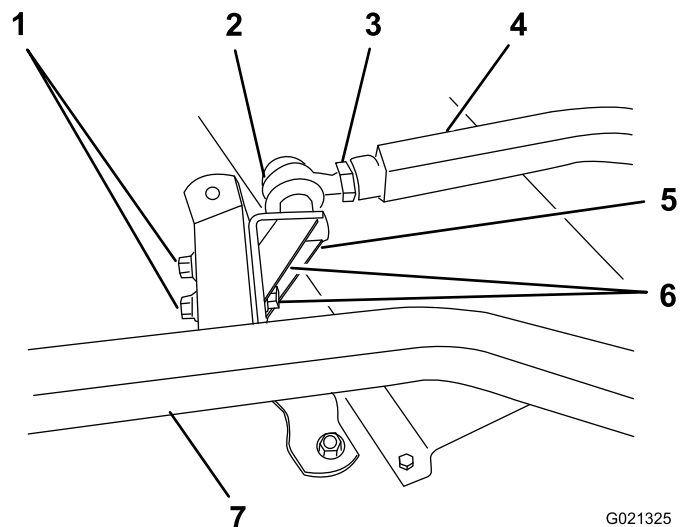

図 23
5. もう一人に、左側プッシュアームを上からしっかりと押し付けてもらって置いて、ボールジョイント・マウントの穴とキャストアームの穴とを整列させる 図 23。そしてすぐに、プッシュアームの上部とシャーシの下との間に 10 cm x 10 cm の角材をはさみ込む。